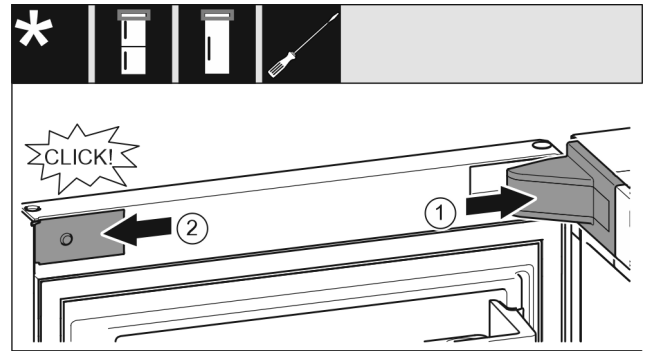

Fig. 21
- ▶ Afdekking van de lagerbus aanbrengen en vastklikken, en indien nodig, voorzichtig uit elkaar drukken. Fig. 21 (1)
- ▶ Paneel zijdelings aanbrengen en vastklikken. Fig. 21 (2)